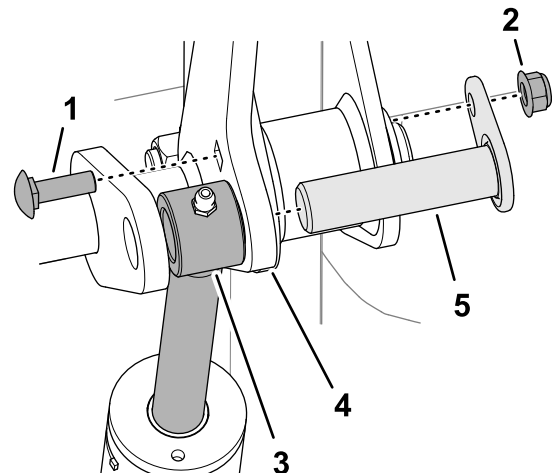

図 19
- ロッド端部を昇降シャフトのアームの間にセットする 図 19。